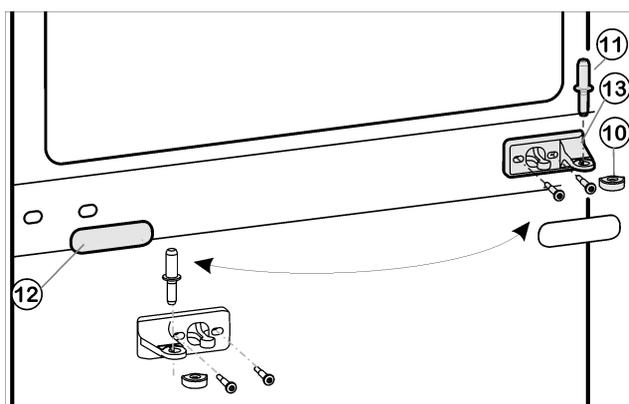
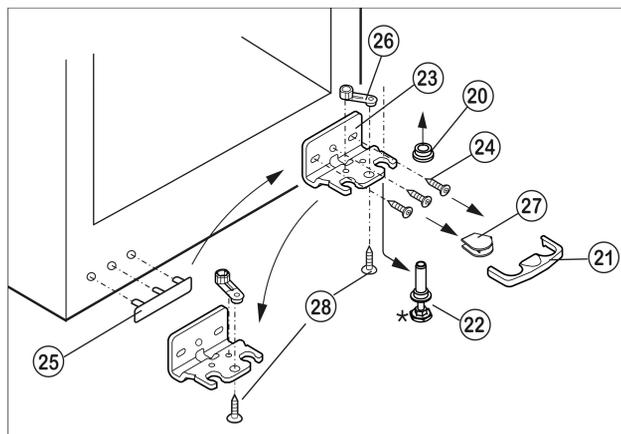

Fig. 5
Fig. 6
- ▶ Вытащите из опорного кронштейна и нижней дверцы средний опорный палец Fig. 5 (11).
- ▶ Пластмассовый колпачок Fig. 5 (10) снимите.
- ▶ Снимите средний опорный кронштейн Fig. 5 (13).
- ▶ Осторожно снимите накладку Fig. 5 (12).
- ▶ Прикрутите средний опорный кронштейн Fig. 5 (13) с поворотом на 180° на новую сторону шарнира (с моментом 4 Нм).
- ▶ Защелкните накладку Fig. 5 (12), повернув на 180°, на стороне, где теперь будет ручка.
- ▶ Предохранитель Fig. 6 (21) снимите движением вперед.
- ▶ Снимите крышку Fig. 6 (27).*
- ▶ Полностью вверните регулирующую опору Fig. 6 (22).
- ▶ Вытяните опорный палец Fig. 6 (22) вниз и вперед. При этом следите за гнездом шарнира Fig. 6 (20).
- ▶ Открутите опорный кронштейн Fig. 6 (23) (3 шт. Torx 25) Fig. 6 (24).
- ▶ Открутите опорную деталь Fig. 6 (26) (1 Torx 25) Fig. 6 (28) и, переставив в отверстие на противоположной стороне опорного кронштейна, снова прикрутите.
- ▶ Осторожно приподнимите и переставьте крышку Fig. 6 (25) со стороны ручки.
- ▶ Снова прикрутите опорный кронштейн Fig. 6 (23) на новой стороне шарнира (с моментом 4 Нм). При необходимости используйте аккумуляторный шурупверт.
- ▶ Установите крышку Fig. 6 (27) на противоположной стороне.*
- ▶ Предохранитель (21) нужно зафиксировать сбоку на кронштейне, чтобы опорный палец и двери были защищены от выпадения.
- ▶ Снова защелкните предохранитель (21) на опорном кронштейне.
- ▶ Наденьте гнездо шарнира Fig. 6 (20).
- ▶ Установите нижнюю дверцу сверху на нижний опорный палец Fig. 6 (22).
- ▶ Снова наденьте пластмассовый колпачок Fig. 5 (10) на средний опорный кронштейн Fig. 5 (13).
- ▶ Вставьте средний опорный палец Fig. 5 (11) на новой стороне шарнира через средний опорный кронштейн Fig. 5 (13) в нижнюю дверцу.
- ▶ Установите верхнюю дверцу на средний опорный палец Fig. 5 (11).
- ▶ При необходимости выровняйте дверцы через два продольных паза в нижнем опорном кронштейне Fig. 6 (23) и среднем опорном кронштейне Fig. 5 (13) параллельно корпусу устройства. Для этого выкрутите средний винт на нижнем опорном кронштейне Fig. 6 (23).